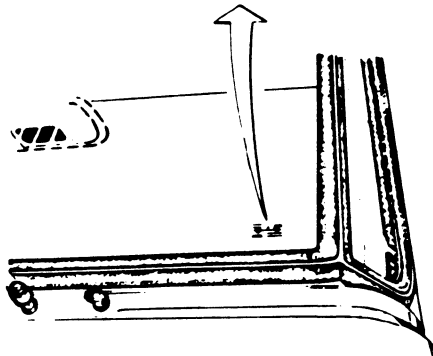

Fig. 3
- Het goedkeurstempel in de voorruit moet zowel bij RHD en LHD-uitvoering aan de linker onderzijde van de wagen zijn geplaatst. De ruit is nr. voorgebogen naar de vorm van de kabine. Dit heeft geen invloed op het zgn. "klaar-zichtveld" daar dit over de volle breedte aanwezig is (Fig. 3).